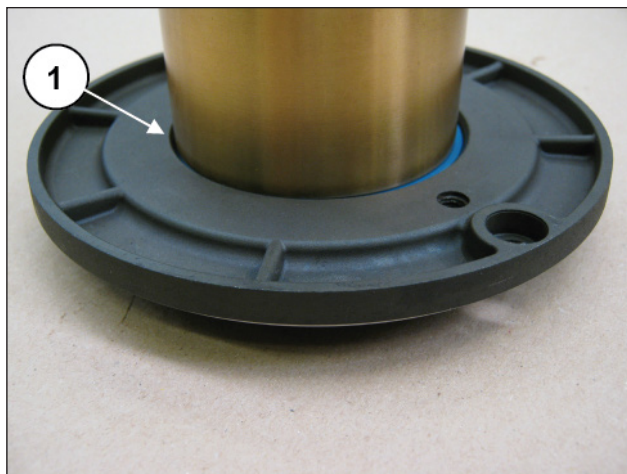

Fig. 137
Posizionare l'anello O-ring nella sede del coperchio paraolio (pos. ①, Fig. 137); inserire il gruppo montato sul carter anteriore nell'apposita sede, assicurandosi che il coperchio entri completamente in sede (Fig. 138).